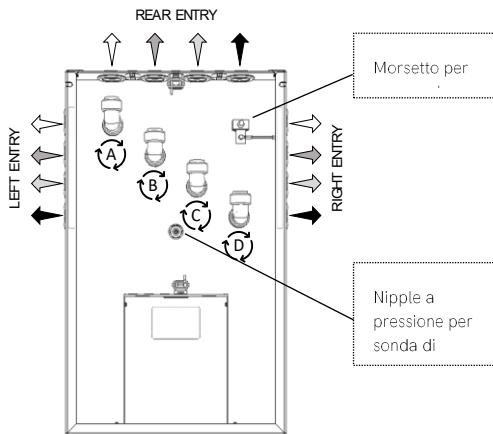

Figura 7 – Porte Thermino xPlus
- Ruotare i raccordi a gomito verso il lato in cui si desidera collegare l'impianto idraulico (sinistra, destra o indietro) (Figura 7).
collegato alla porta B e il ritorno dalla batteria termica deve essere collegato alla porta C (Figura 7, lato sinistro).